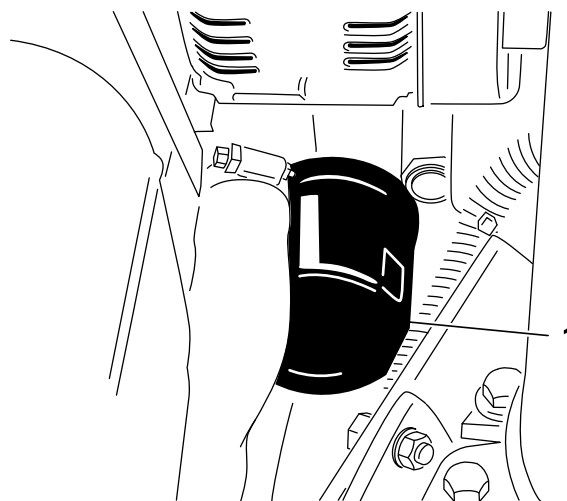

**Figura 64**
1. Retire cualquiera de los tapones de vaciado (Figura 64) y deje fluir el aceite a un recipiente apropiado; cuando todo el aceite se haya drenado, instale el tapón de vaciado.